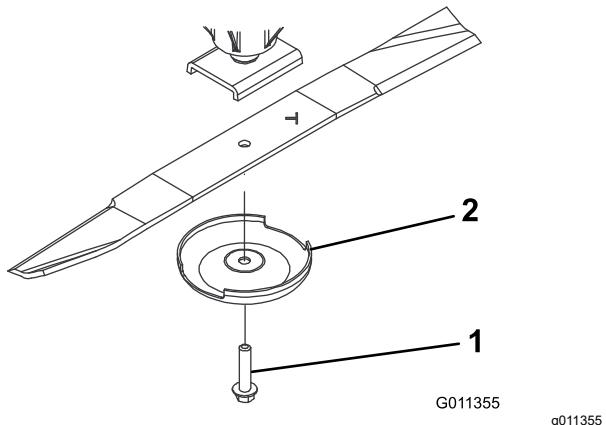

Figure 68
3. Enlevez le boulon, la coupelle de protection et la lame de l'axe de pivot (Figure 68).